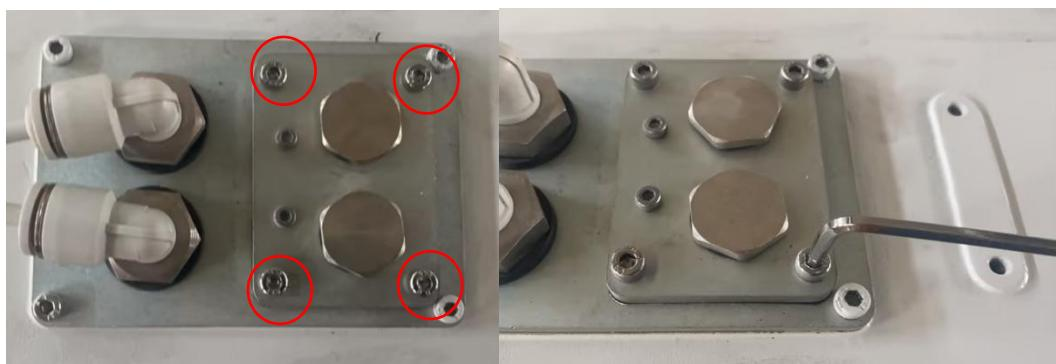

图 3-15 I/O 顶盖螺钉拆卸示意图
- 1) 拆除图 3-15 示螺钉 (4-M4x8)，使用工具：内六角扳手。